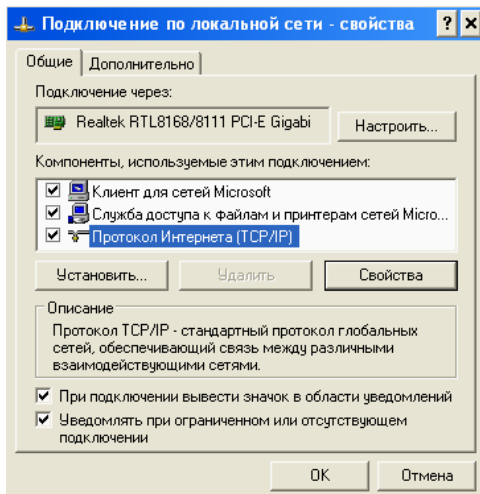

Рис.4 Окно «Подключение по локальной сети – свойства»
15. Нажмите кнопку «Свойства». Откроется следующее окно – см. рис.4.